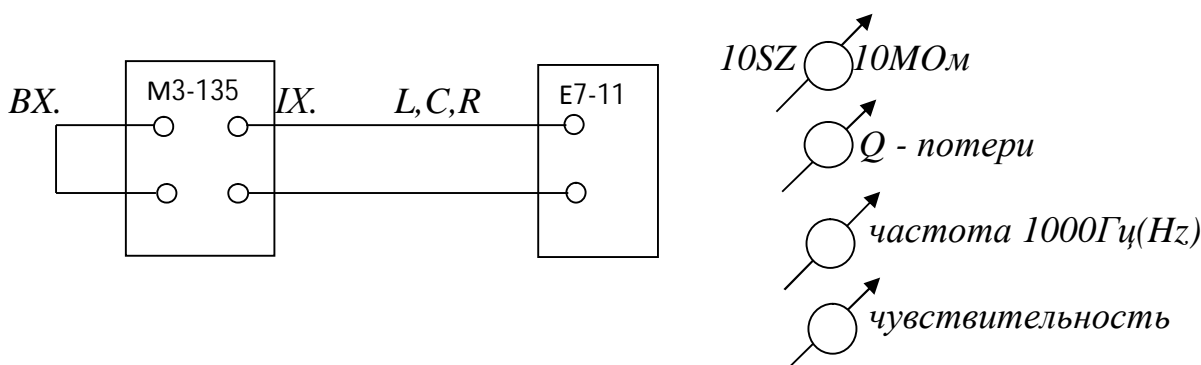

Рис.3. Схема измерения.
3.2.Собрать схему измерения (рис.3).